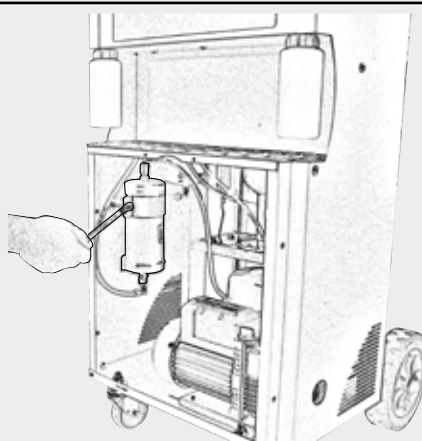

Fig. 3
- 3- Puxe o papel até que saia do compartimento e feche a portinhola (veja Fig.3). A porta bloqueia.
- Remova o parafuso de medida 10 do suporte do filtro (Fig. 3).